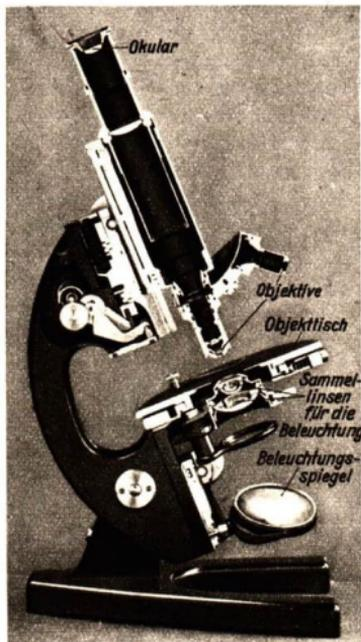

Abb. 210 Schnitt durch ein Mikroskop
**3. Das Mikroskop.** Zur Erforschung des Zell- aufbaues des Pflanzen-, Tier- oder Menschenkörpers, zur Untersuchung der Kleinstlebewesen (Bakterien) reicht die Vergrößerungsfähigkeit einer Lupe nicht aus. Die für diesen Zweck erforderlichen Vergrößerungen erzielt man durch ein *Mikroskop*2) (Abb. 210). Ein schweres Stativ trägt ein durch Zahnrad- und Schraubtrieb zu bewegendes weites Rohr, den *Tubus*. In seine untere Fassung werden die Objektive eingeschraubt. Das Objektiv eines Mikroskopes ist eine Sammellinse von sehr geringer Brennweite